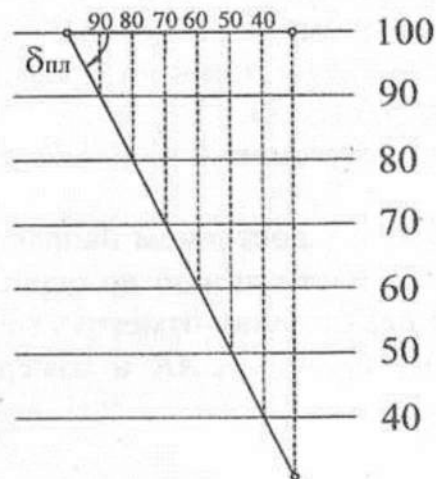

Рис. 3. Схема к решению задачи 3
2. По координатам  $X, Y$  на плане нанести проекции точек  $A, B$  и  $C$ , которые соединить прямыми линиями. Около проекций точек подписать числовые отметки  $Z$  (рис.3).